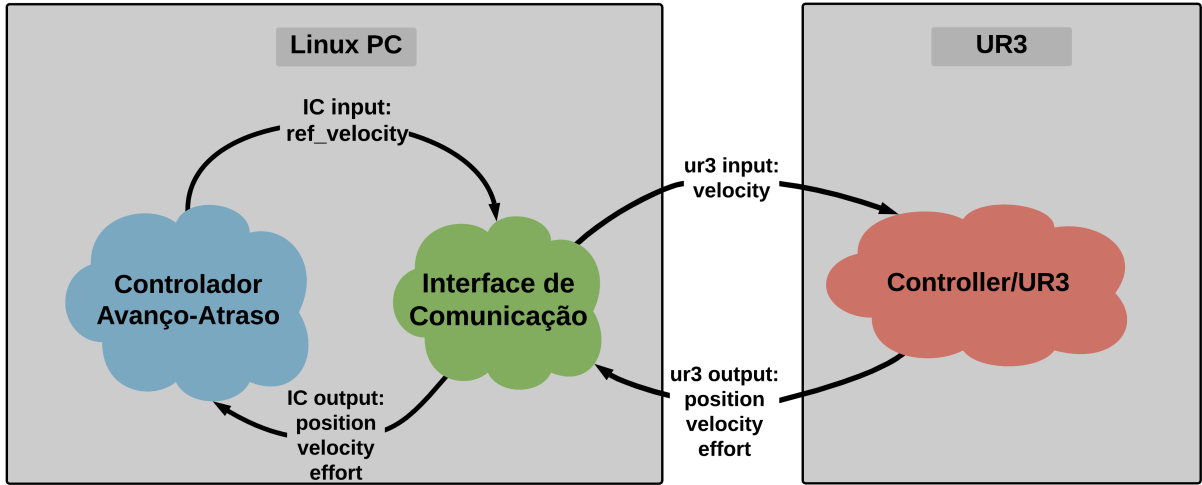
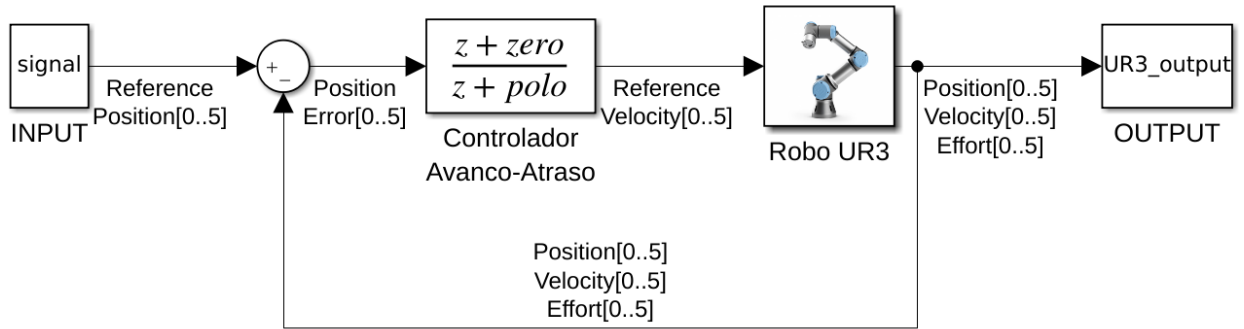

Figura D.1: Fluxo de dados entre o controlador a Interface de Comunicação e o UR3
Figura D.2: Esquemático da malha de controle
A Figura D.1 mostra, com uma separação de hardware (Linux PC e UR3), como é transmitido os dados entre a Interface de Comunicação e o robô UR3 e, também, de como é feita a comunicação entre o controlador proposto nesse experimento e a Interface de Comunicação. Já a Figura D.2 mostra, em malha fechada, a posição do controlador e do UR3 e quais suas entradas e saídas. Além disso, A Figura D.2 será usada para fazer a relação entre os sinais apresentados na própria Figura D.2 e as variáveis mostradas nos códigos das seções D.3.1 e D.1 (Fique atento a essa observação, por favor).
Nessa seção, iremos abordar o passo-a-passo de como construir um controlador avanço-atraso para o UR3, nos moldes esquemáticos da Figura D.1, visando generalizar a construção para qualquer outro controlador buscando a máxima portabilidade dos controladores no sistema da Figura D.2. Para fazer a descrição, vamos nos basear nos códigos das sub-seções D.3.1, D.3.2 e D.4.
- **linha 14:** definição de uma variável chamada de **self.Refence_Position** que é um vetor de 6 (seis) posições. Essa variável terá a função de representar as posições de referência para cada junta do UR3 como exemplificado na Figura D.2.
- **linha 15:** definição de uma variável chamada de **self.Position** que é um vetor de 6 (seis) posições. Essa variável terá a função de representar as posições lidas para cada junta do UR3 como exemplificado na Figura D.2.
- **linha 17:** definição de uma variável chamada de **self.Refence_Velocity** que é um vetor de 6 (seis) posições. Essa variável terá a função de representar os sinais de controle para cada junta do UR3 como exemplificado na Figura D.2.
- **linha 18:** definição de uma variável chamada de **self.Refence_Velocity_Old** que é um vetor de 6 (seis) posições. Essa variável terá a função de representar os sinais de controle, atrasados de uma amostra, para cada junta do UR3 como exemplificado na Figura D.2.
- **linha 21:** definição de uma variável chamada de **self.Position_Erro** que é um vetor de 6 (seis) posições. Essa variável terá a função de representar os sinais de erro de posição entre a referência e o sinal lido para cada junta do UR3, como exemplificado na Figura D.2.
- **linha 22:** definição de uma variável chamada de **self.Position_Erro_Old** que é um vetor de 6 (seis) posições. Essa variável terá a função de representar os sinais de erro de posição, atrasados de uma amostra, entre a referência e o sinal lido para cada junta do UR3, como exemplificado na Figura D.2.
- **linha 27 a 29:** nessas linhas acontece a execução da lei de controle. Vamos fazer a relação de cada variável presente nessas linhas com as variáveis presente na equação D.1 e com as variáveis do esquemático da Figura D.2.
Temos a **self.Reference_Velocity[idx]**, que representa $u[k]$ na equação D.1 e representa com **Reference_Velocity[0..5]** no esquemático da Figura D.2.
Temos, logo depois, a **self.Reference_Velocity_Old[idx]**, que representa $u[k-1]$ na equação D.1 e também representa a variável **Reference_Velocity[0..5]** no esquemático da Figura D.2 atrasado de uma amostra.
- * **linha 28:** Nessa linha temos **self.Position_Erro[idx]**, que representa $e[k]$ na equação D.1 e também representa a variável **Position_Erro[0..5]** no esquemático da Figura D.2.
- * **linha 29:** Nessa linha temos **self.Position_Erro_Old[idx]**, que representa $e[k-1]$ na equação D.1 e também representa a variável **Position_Erro[0..5]** no esquemático da Figura D.2 atrasado de uma amostra.